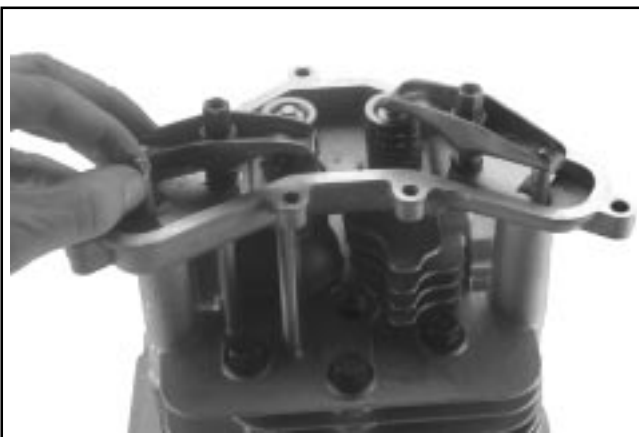

Figure 10-38. Installation des poussoirs et des culbuteurs.
3. Noter le marquage identifiant le poussoir comme appartenant au côté d'admission ou au côté échappement. Appliquer de la graisse sur les extrémités des poussoirs. Insérer les poussoirs dans les trous et positionner l'extrémité inférieure dans le renforcement des leviers à cames. Il peut être nécessaire de lever ou déplacer légèrement l'extrémité inférieure du poussoir pour « sentir » qu'il se positionne bien dans le renforcement. Une fois en place, le maintenir dans cette position le temps d'installer le culbuteur. Le poussoir doit rester dans le renforcement pendant l'installation et le réglage des culbuteurs. Voir la Figure 10-38.